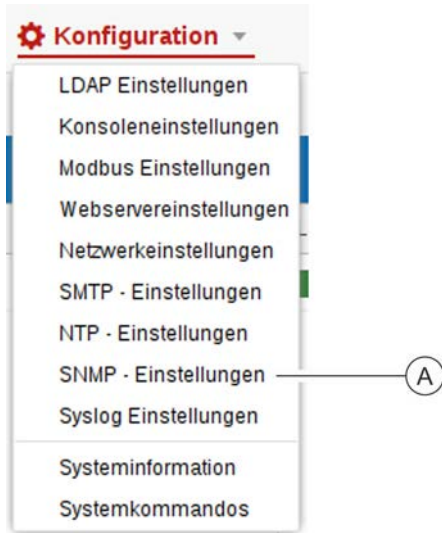

Abb. 229: SNMP-Einstellungen aufrufen
1. Über „Konfiguration → SNMP - Einstellungen“ die SNMP-Einstellungen aufrufen (Abb. 229/A).